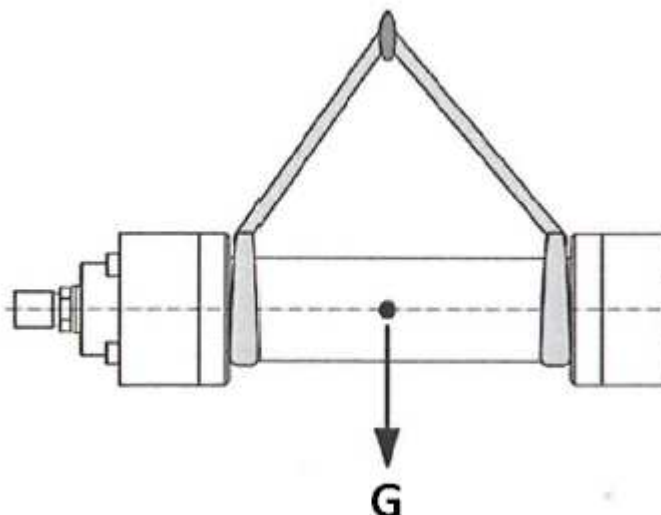

Fig. 8
- Fissare due cinghie di sollevamento di pari lunghezze, tramite la formazione di occhielli, a entrambe le estremità del tubo del cilindro idraulico (Fig. 8)
- Sollevare con cautela il carico per controllare la posizione del baricentro (G) e assicurarsi che tale posizione sia stabile